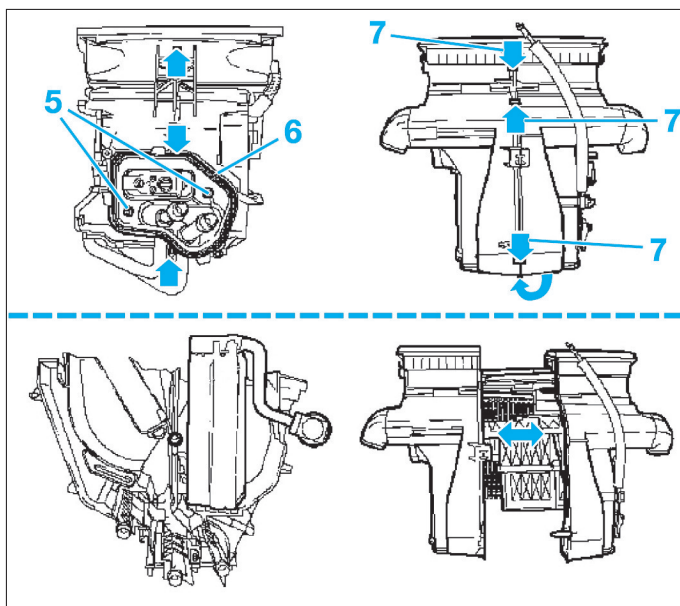

FIG. 10
- les 2 vis (5) du couvercle arrière (6) (Fig.10),